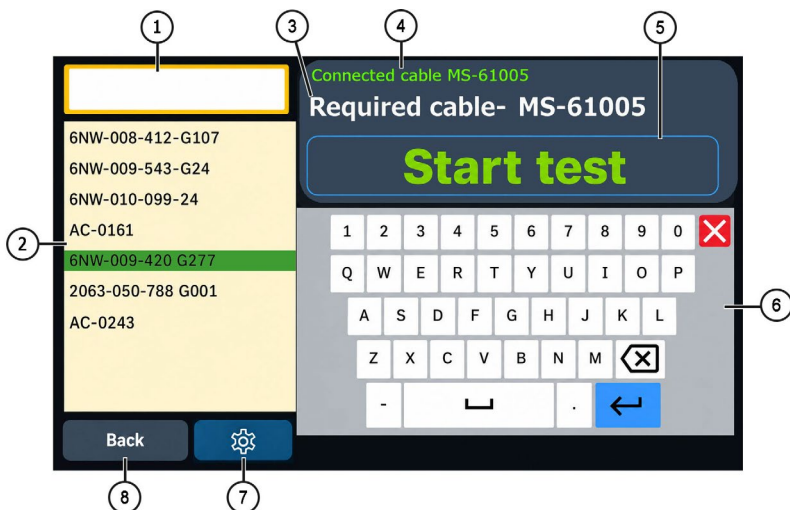

Рисунок 9. Меню поиска актуатора в базе данных
- 1.1. Окно меню **Database** (см. рис. 9) содержит: